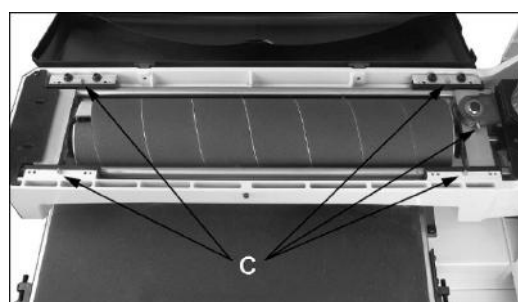

Abb. 10-2: Schmierungspunkte
- Alle 150 Betriebsstunden die 5 Schmiernippel (C, Abb. 10-2) mit Lagerfett (NLGI # 2, DIN 51818) schmieren. *Nicht überfetten.*